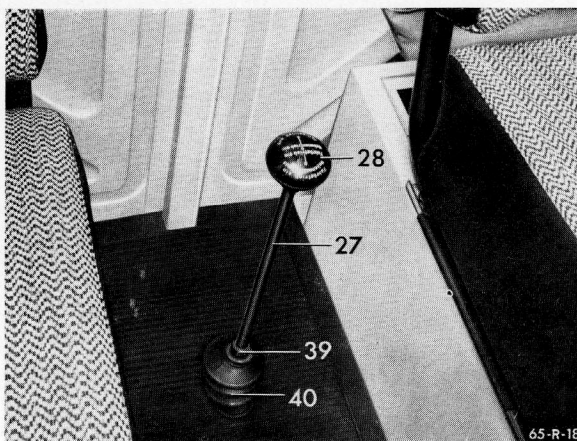

Bild 28-1/5
10. Schlauch (39) und Schutzkappe (40) auf den Schalthebel montieren, Schalthebelknopf (28) aufschrauben und mit der Sechskantmutter (29) kontern. Darauf achten, daß die Beschriftung auf dem Schalthebelknopf richtig steht (Bild 28-1/1 und 5).
11. Zwischengetriebe an den Querträger mit den Teilen Pos. 11 bis 19 anschrauben (Bild 28-1/6).
12. Schaltstange (35) zwischen Schalthebel und Schaltwelle am Zwischengetriebe montieren. Hierbei darauf achten, daß der Schalthebel senkrecht steht und die Schaltwelle in der mittleren Raste eingerastet ist.